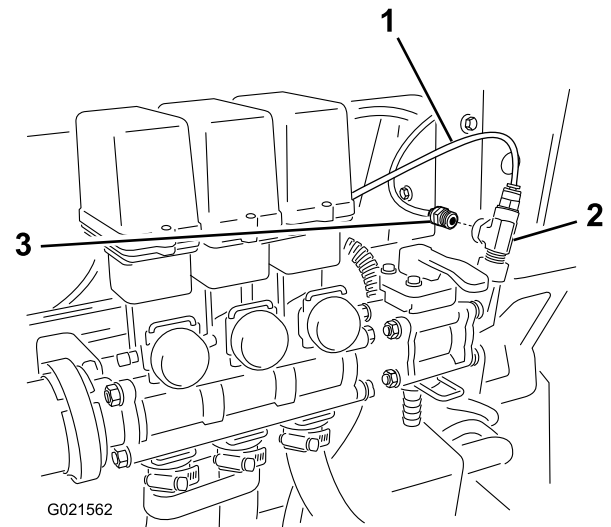

Figura 9
3. Localice el tubo rojo del manómetro que viene desde la parte trasera de la caja de control, e instálelo en el orificio del acoplamiento en T (Figura 9).